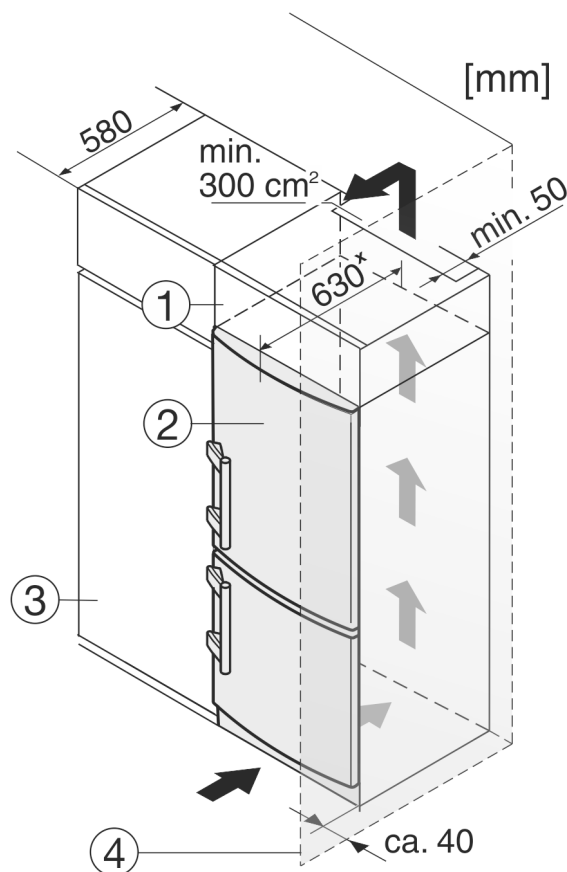

Fig. 9
- (1) Шкаф-пристройка (3) Кухненски шкаф
(2) Уред (4) Стена
Уредът може да е обраден с кухненски шкафове. За да изравните височината на уреда Fig. 9 (2) с височината на вградената кухня, над уреда може да се постави шкаф-пристройка Fig. 9 (1).
При ображдане с кухненски шкафове (дълбочина макс. 580 mm) уредът може да се постави непосредствено до кухненския шкаф Fig. 9 (3). Отстрани уредът е издаден на 34 mm *, а в средата на уреда – на 50 mm * спрямо челото на кухненския шкаф.
Когато уредът се поставя с пантите до стена Fig. 9 (4), разстоянието между уреда и стената трябва да е поне 40 mm. Това отговаря на разстоянието, с което дръжките стърчат при отворена врата.